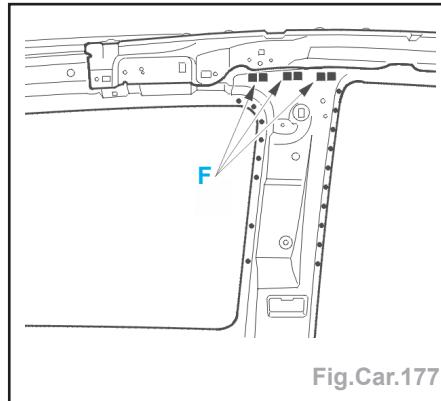

Fig.Car.177
- Souder par points électriques et par cordons soudo-brasage (suivant F) (Fig.Car.177).